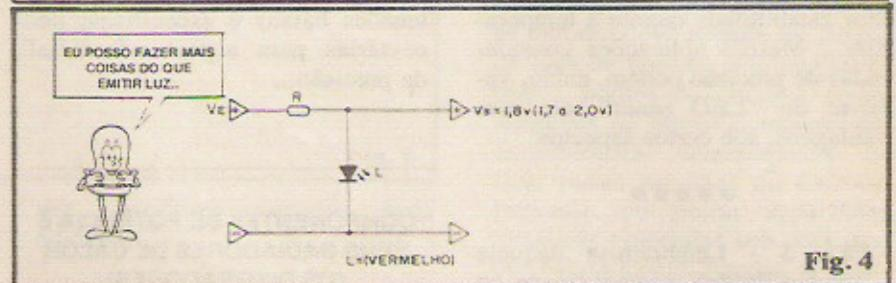

Fig. 4
- FIG. 4 - LEDs, basicamente, não são mais do que diodos, formados por junção única P-N (apenas com uma "dopagem" e materiais semi-condutores diferentes daqueles empregados nos diodos comuns...). Esquecendo - por um momento - que eles **emitem** luz (os diodos comuns também emitem radiação, porém "fora" do espectro visível...), podemos também aplicá-los, emergencialmente (ou até "intencionalmen-